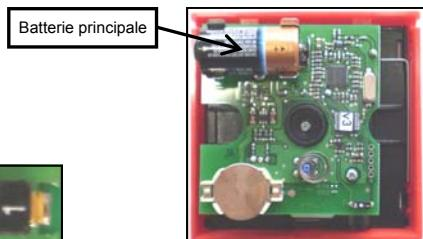

Figure 7 – la batterie principale et secondaire
3) Insérer la batterie principale dans son logement; l'indicateur visuel s'allume en conséquence (Voir "Mise sous tension" en table 2 et figure 7).